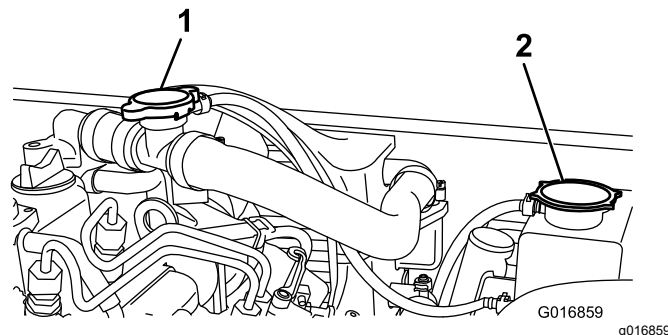

Figure 55
2. Enlevez le bouchon du réservoir de trop-plein du radiateur (Figure 55).
2. Enlevez le bouchon de remplissage (Figure 55) et faites le plein de liquide de refroidissement.
3. Remettez le bouchon de remplissage et enlevez le bouchon du réservoir de trop-plein (Figure 55).